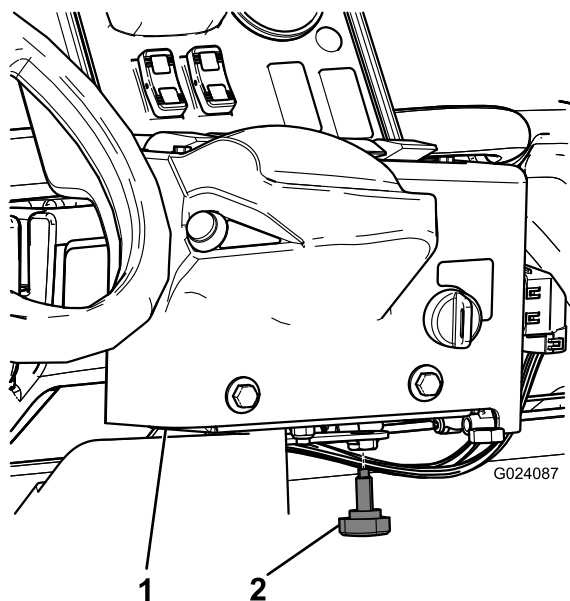

Figura 15
3. Instale o botão manual para evitar que a consola rode durante a operação (Figura 15).